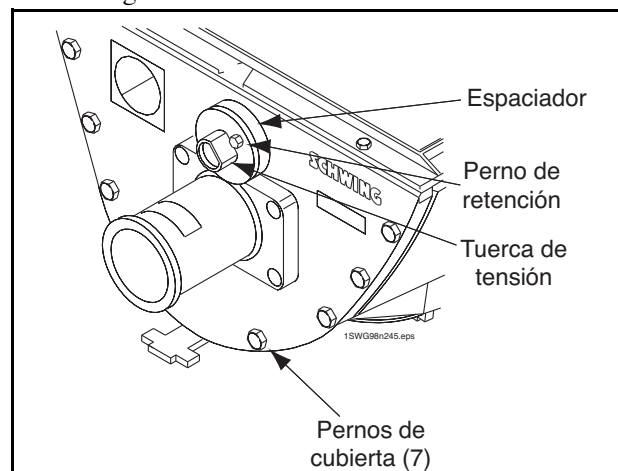

Figura 49
- Compruebe una vez por semana la tensión de la tuerca de la válvula oscilante para ver si tiene juego (Figura 49). Para comprobar esta tuerca, extraiga el perno de retención de 16 mm, tome con la mano la tuerca de tensión y gire en sentido horario. Hay muchos agujeros para el perno de retención en el espaciador detrás de la tuerca de tensión. El objeto es colocar el perno de retención en el agujero más distante que se pueda alcanzar mientras gira A MANO la tuerca de tensión. Si la tuerca de tensión solo gira lo suficiente para entrar parcialmente en un agujero nuevo para pernos, gírela nuevamente hacia ATRÁS, hacia el agujero anterior. NO use una llave en la tuerca de tensión para que llegue a un agujero nuevo. Apretar demasiado la tuerca de tensión causará desgaste prematuro en el sello de riñón. La tuerca de tensión ajusta el juego libre de la válvula oscilante en el extremo del sello de riñón. El desgaste en el extremo del anillo de corte se compensa automáticamente mediante el resorte de presión.
- c. Afloje la tuerca de tensión Figura 49.